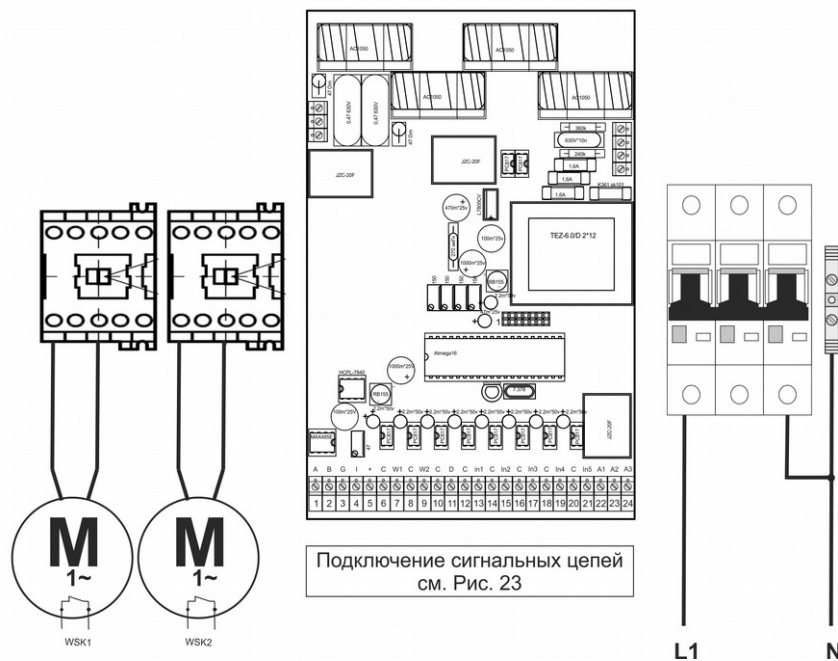
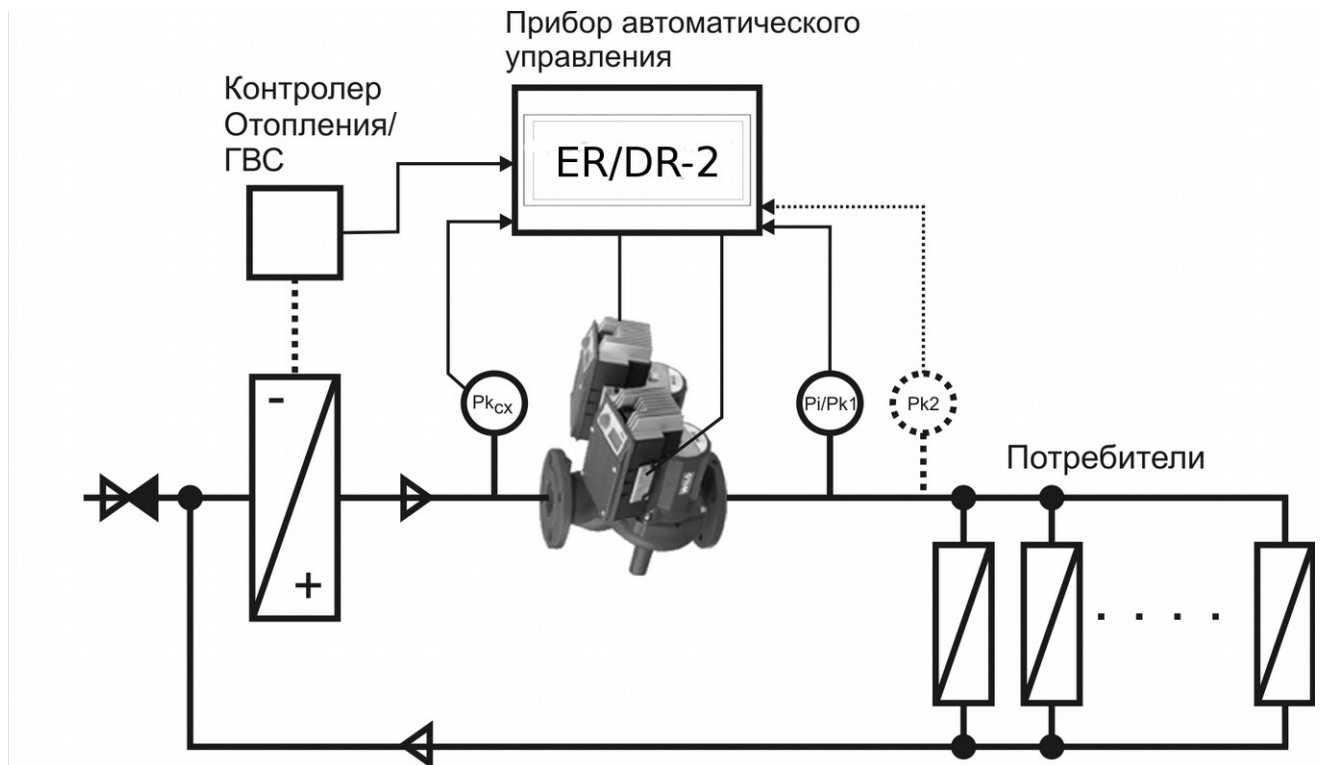

Рис.3. Клеммная колодка внешних подключений
Рис. 6. Система циркуляционных насосов.
Подключение силовых и сигнальных цепей прибора управления к сети, насосу и датчикам приведено в таблице и на рис.3.
1. Подключить провода к силовым клеммам согласно Рис. 3, Рис. 22, Рис. 23.
4. Подключить датчики для определения логики работы насосов к сигнальным клеммам (Рис. 3, Рис. 6)